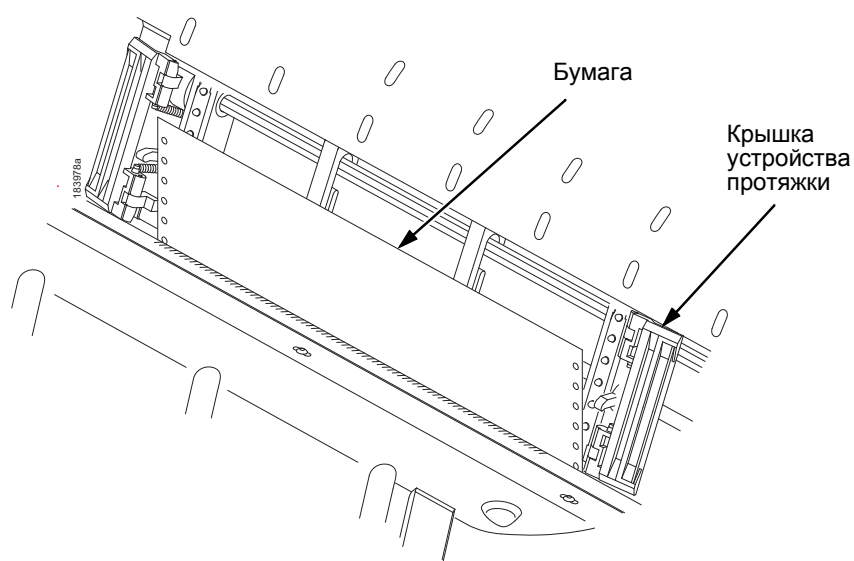

Рисунок 95. Повторная загрузка бумаги
7. Повторите загрузку бумаги в устройства протяжки (см. Рисунок 95).